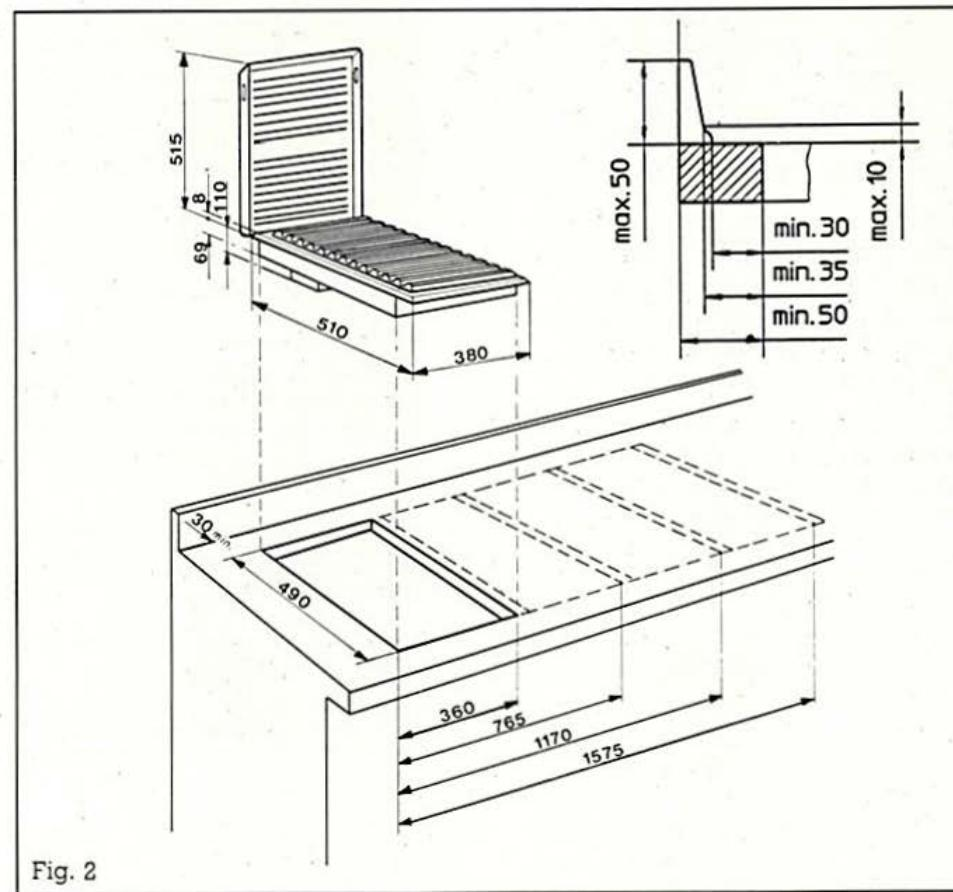

Fig. 2
2. Realice la abertura en la superficie de trabajo de acuerdo con la ilustración 2. Las medidas para varios